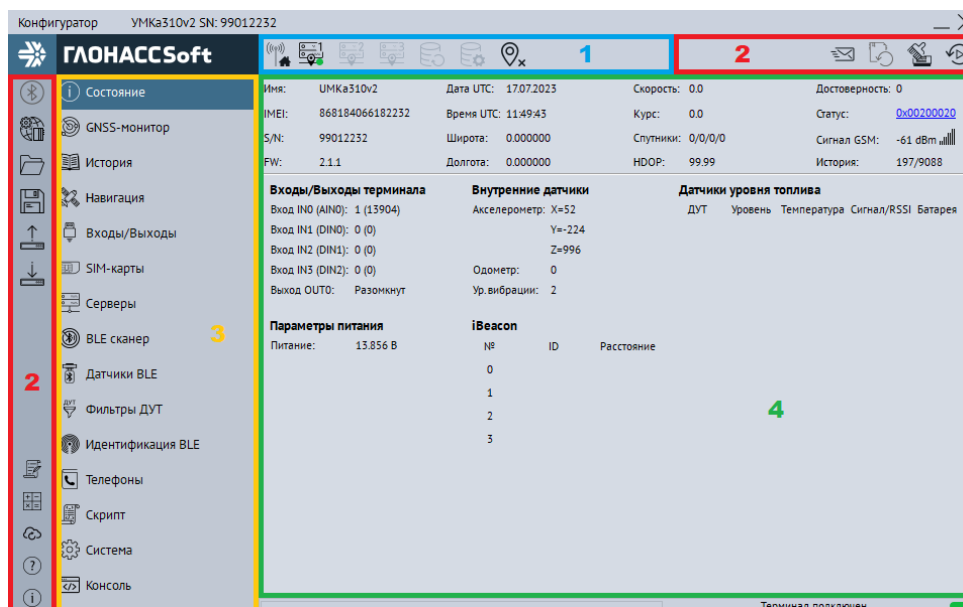

Рисунок 3.9 Стартовое окно «Состояние»
Для запуска приложения, перейдите в «Пуск» → «Все программы» → «Конфигуратор УМКаЗХХ». Откроется стартовое окно конфигуратора (Рисунок 3.9), которое условно можно разделить на четыре зоны: Панель статуса (1), панели инструментов (2), дерево настроек (3) и окно отображения информации (4).
Для просмотра и редактирования настроек терминала воспользуйтесь вкладками настроек (Рисунок 3.9 ). При нажатии на вкладку в окне отображения информации можно посмотреть соответствующие значения и настройки и отредактировать их.
На вкладке «Состояние» (Рисунок 3.9 ) отображается общая информация о терминале, состояние входов/выходов терминала, внутренних и внешних датчиков.